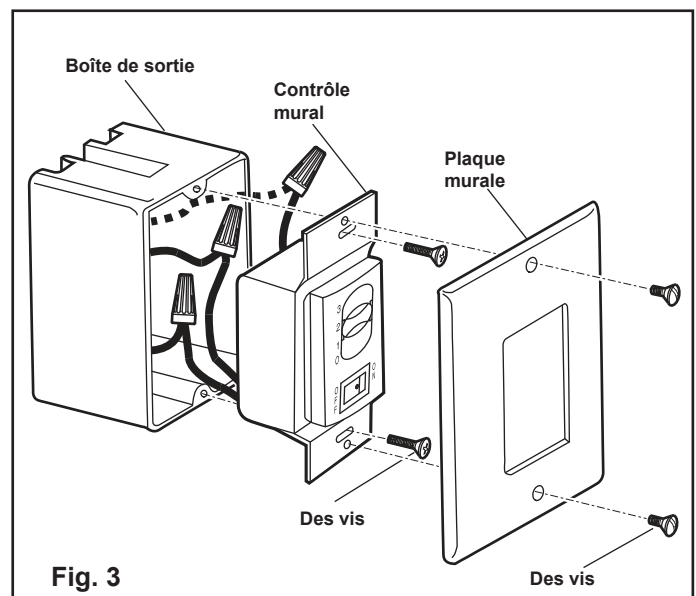

Fig. 3
- Fixez la commande à la boîte de sortie (murale) et fixez-la avec 2 vis de boîte de sortie (Figure 3).
- Fixez la plaque murale sur la commande murale et fixez-la avec les deux vis fournies (Figure 3).